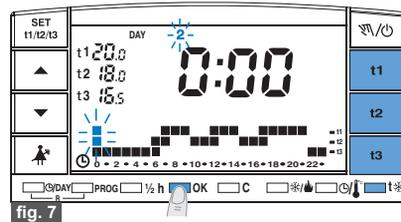

fig. 7
Terminata la programmazione delle temperature per il giorno di Lunedì, riprogrammare in caso di errore, (è possibile utilizzare i tasti ▲▼ per spostarsi velocemente sull'ora da riprogrammare sulla scala termica: l'ora corrispondente viene visualizzata sul display) oppure premere il tasto **OK** per confermare il programma impostato. La conferma (**OK**) fisserà in memoria il programma impostato (per Lunedì) e sul display apparirà lampeggiante il giorno di **Martedì** (2) e lampeggianti i digit in corrispondenza dell'ora 0:00, sovrapposti alla scala termica programmata per il giorno precedente (fig. 7).
Se si desidera la stessa scala termica di Lunedì, premere il tasto **OK** (es. fig.7): verrà inserita la stessa scala anche per **Martedì** e lampeggerà il giorno **3** di **Mercoledì** e i digit in corrispondenza dell'ora 0:00.